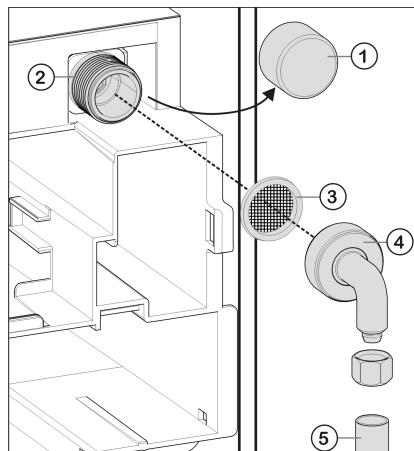

Fig. 31
- Retirer le capuchon Fig. 31 (1) de l'électrovanne Fig. 31 (2).
- S'assurer que le joint Fig. 31 (3) est inséré dans le coude Fig. 31 (4).
- Raccorder le coude Fig. 31 (4) à l'électrovanne Fig. 31 (2) et bien serrer à l'aide d'une clé plate par exemple.
- Raccorder la ligne domestique Fig. 31 (5) (cuivre par ex.) au coude Fig. 31 (4).